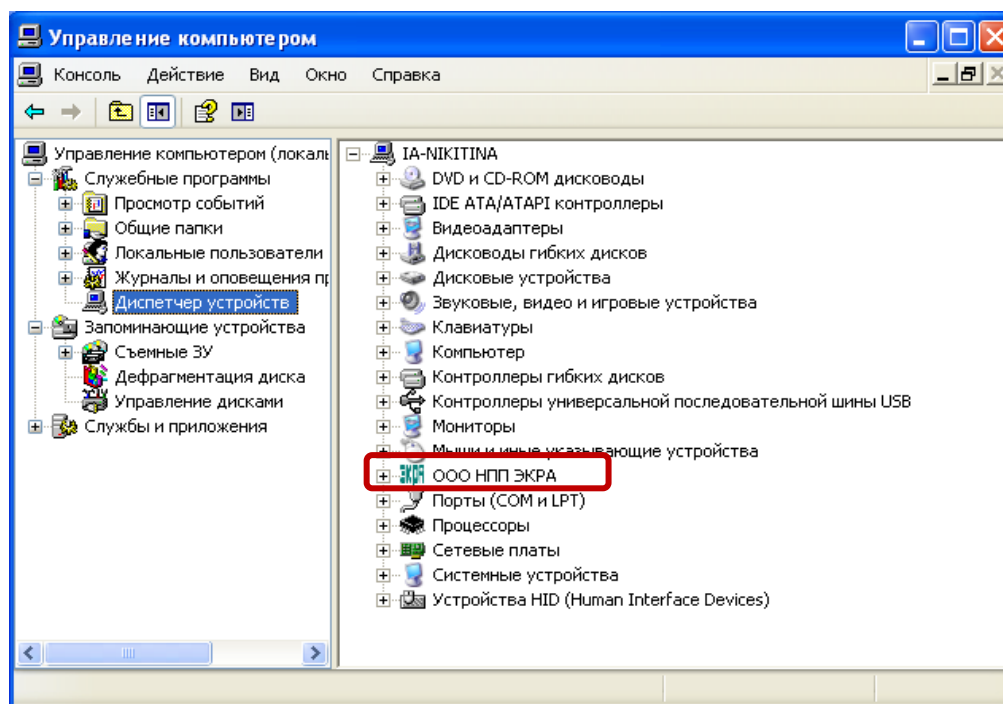

Рисунок 2 – Диалоговое окно **Управление компьютером**
3.4 Убедиться, что терминал определился в диспетчере устройств компьютера (см. рисунок 2). Если терминал не определился, необходимо связаться с предприятием-изготовителем.